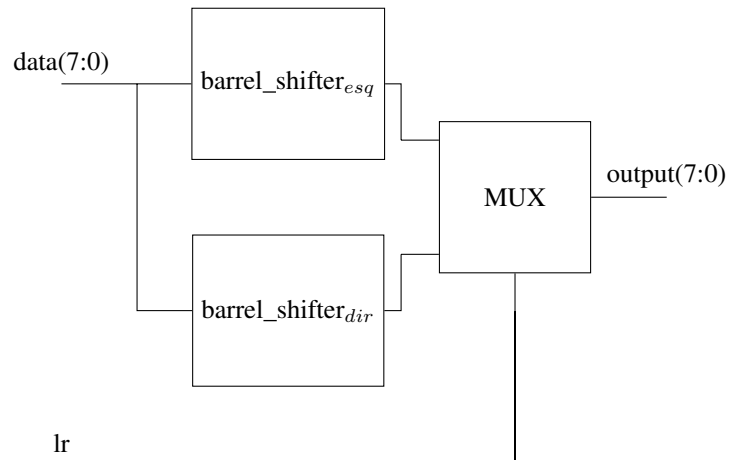

Figura 16. Diagrama do *barrel-shifter* multifuncional implementado no exercício 6 item a.
a) A implementação do *barrel-shifter* utiliza a arquitetura presente na Figura 16. O projeto em VHDL utiliza um *barrel-shifter* para a direita cujo comportamento é descrito pelas linhas de código: